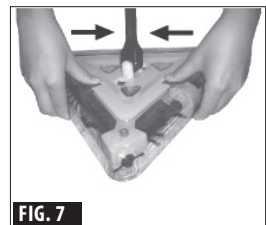

FIG. 7
- Ontgrendel het getinte omhulsel door de twee vergrendelingen van het omhulsel naar binnen richting de stang te schuiven (zie FIG.7).